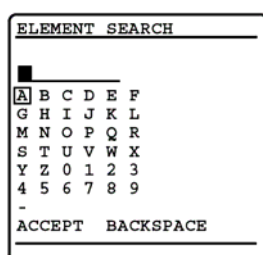

Figura 6.20 Tela ELEMENT SEARCH
- Pressione **{ENT}** para ir para o submenu ELEMENT SEARCH (PROCURA DO ELEMENTO) da Figura 6.20.